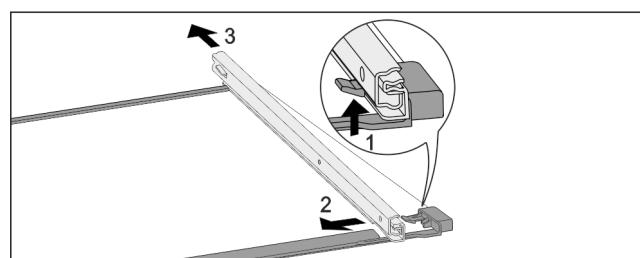

Fig. 191 Скляна пластина з рейками
- Натиснути передній гачок-фіксатор вгору. Fig. 191 (1)
- Виштовхніть відміну рейку в сторону Fig. 191 (2) та назад Fig. 191 (3).